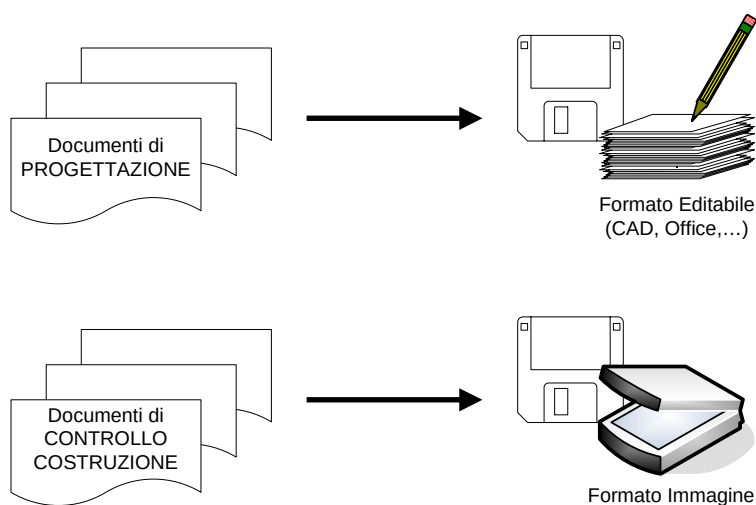

Figura 2
- **Anagrafica del documento (DIR):** acronimo di "Document Info Record", record anagrafico di un documento all'interno del PDM Italferr; esso contiene (vedi Figura 2):
- **File originali:** documenti digitali che costituiscono la versione elettronica dei documenti analogici codificati (su supporto cartaceo), oggetto di consegna e alimentazione del PDM Italferr. Il formato richiesto per ogni File originale dipende della famiglia di appartenenza, ovvero (vedi Figura 2):